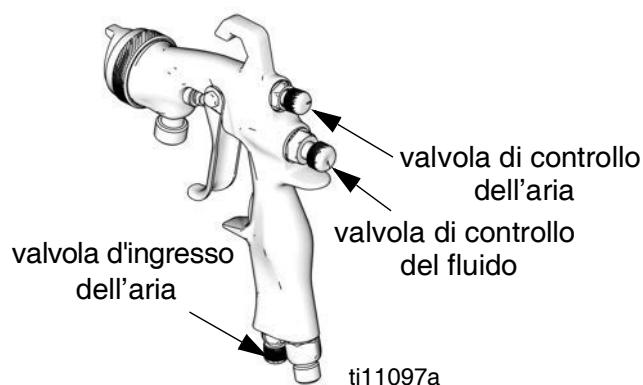

FIG. 3
2. Per ottenere un ventaglio pieno, aprire la valvola di controllo dell'aria ruotando completamente la manopola in senso antiorario. Vedere la FIG. 3.
3. Per creare un ventaglio circolare chiudere il ventaglio aria ruotando completamente la valvola di controllo dell'aria in senso orario. Vedere la FIG. 3.